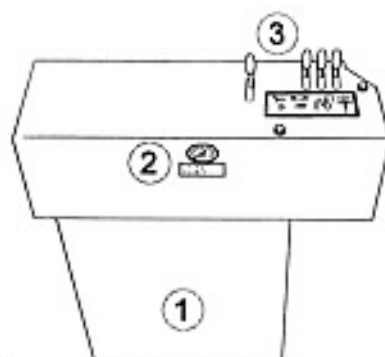

Bild 6 / Fig. 6
**Hydraulic unit (fig.6)**
**Unité de pression hydraulique (fig.6)**
#### Hydraulikeinheit (Bild 6)